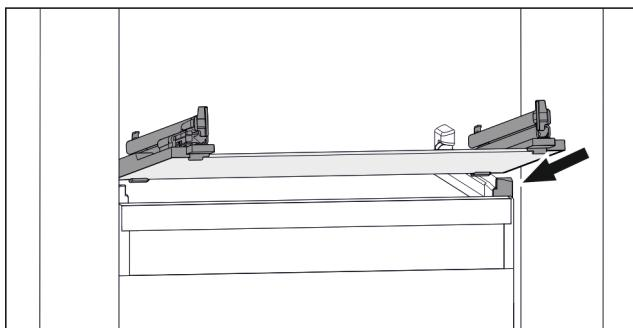

Fig. 46 Примерно изображение на стъклена плоча
- Поставете стъклена плоча под ъгъл зад ограничителите. (виж Fig. 46)